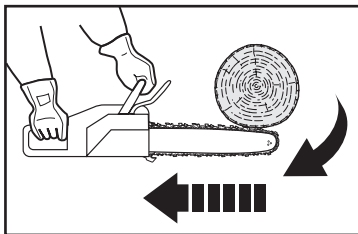

Fig. 25
2. Le pincement de la chaîne (8) sur la partie supérieure du guide-chaîne (9) peut repousser brutalement le guide-chaîne vers l'opérateur (Fig. 25).